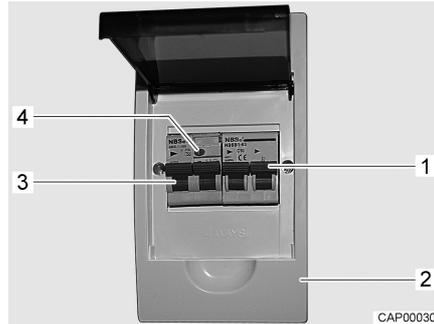

Bild 41 230-V-Sicherungskasten mit Leitungsschutzschalter und FI-Schalter
- Leitungsschutzschalter (Bild 41,1) im Sicherungskasten (Bild 41,2) ausschalten.
- Wenn das Fahrzeug an die 230-V-Versorgung angeschlossen ist, die Prüftaste (Bild 41,4) des Fehlerstrom-Schutzschalters (FI-Schalter) (Bild 41,3) im Sicherungskasten (Bild 41,2) drücken. Der Fehlerstrom-Schutzschalter muss auslösen.
- Den Leitungsschutzschalter (Bild 41,1) im Sicherungskasten (Bild 41,2) ausschalten.